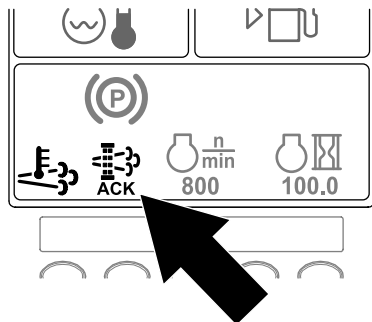

Figura 59
10. O InfoCenter apresenta o Ecrã inicial e o ícone de confirmação da regeneração (Figura 59) surge no canto inferior direito do ecrã enquanto a regeneração é processada.